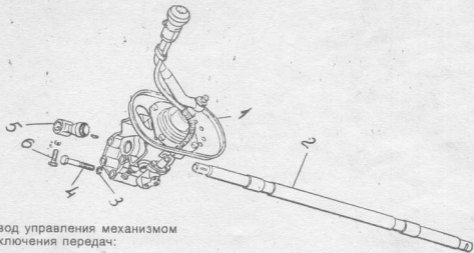

Рис. 7. Привод управления механизмом переключения передач:
13. Отвернуть болты 4 (Рис. 7) крепления с шайбами 3 кронштейна рычага переключения коробки передач, отвернуть болты с шайбами крепления заднего кронштейна тяги 2, отвернуть болт 6 с шайбой клеммового соединения головки 5 передней тяги 2 и снять с двигателя рычаг переключения в сборе с опорой 1. (Ключ гаечный кольцевой 17 мм, головка сменная 17 мм, ключ с присоединительным квадратом).